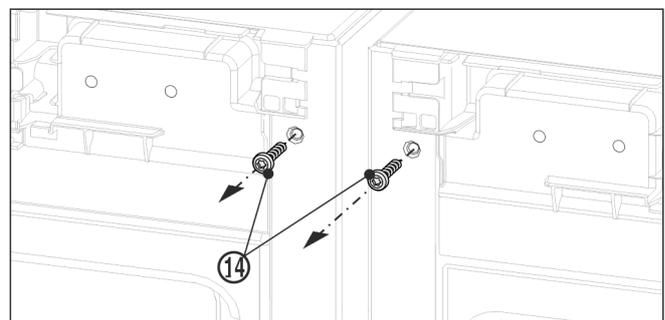

Fig. 15
- ▶ 安装上方角前，先旋出两个地脚螺栓 Fig. 15 (14)。